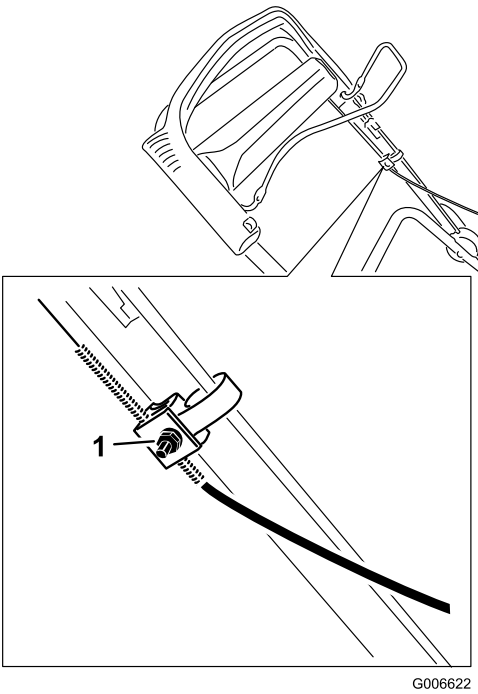

Figura 26
1. Afloje la tuerca del soporte del cable (Figura 26).